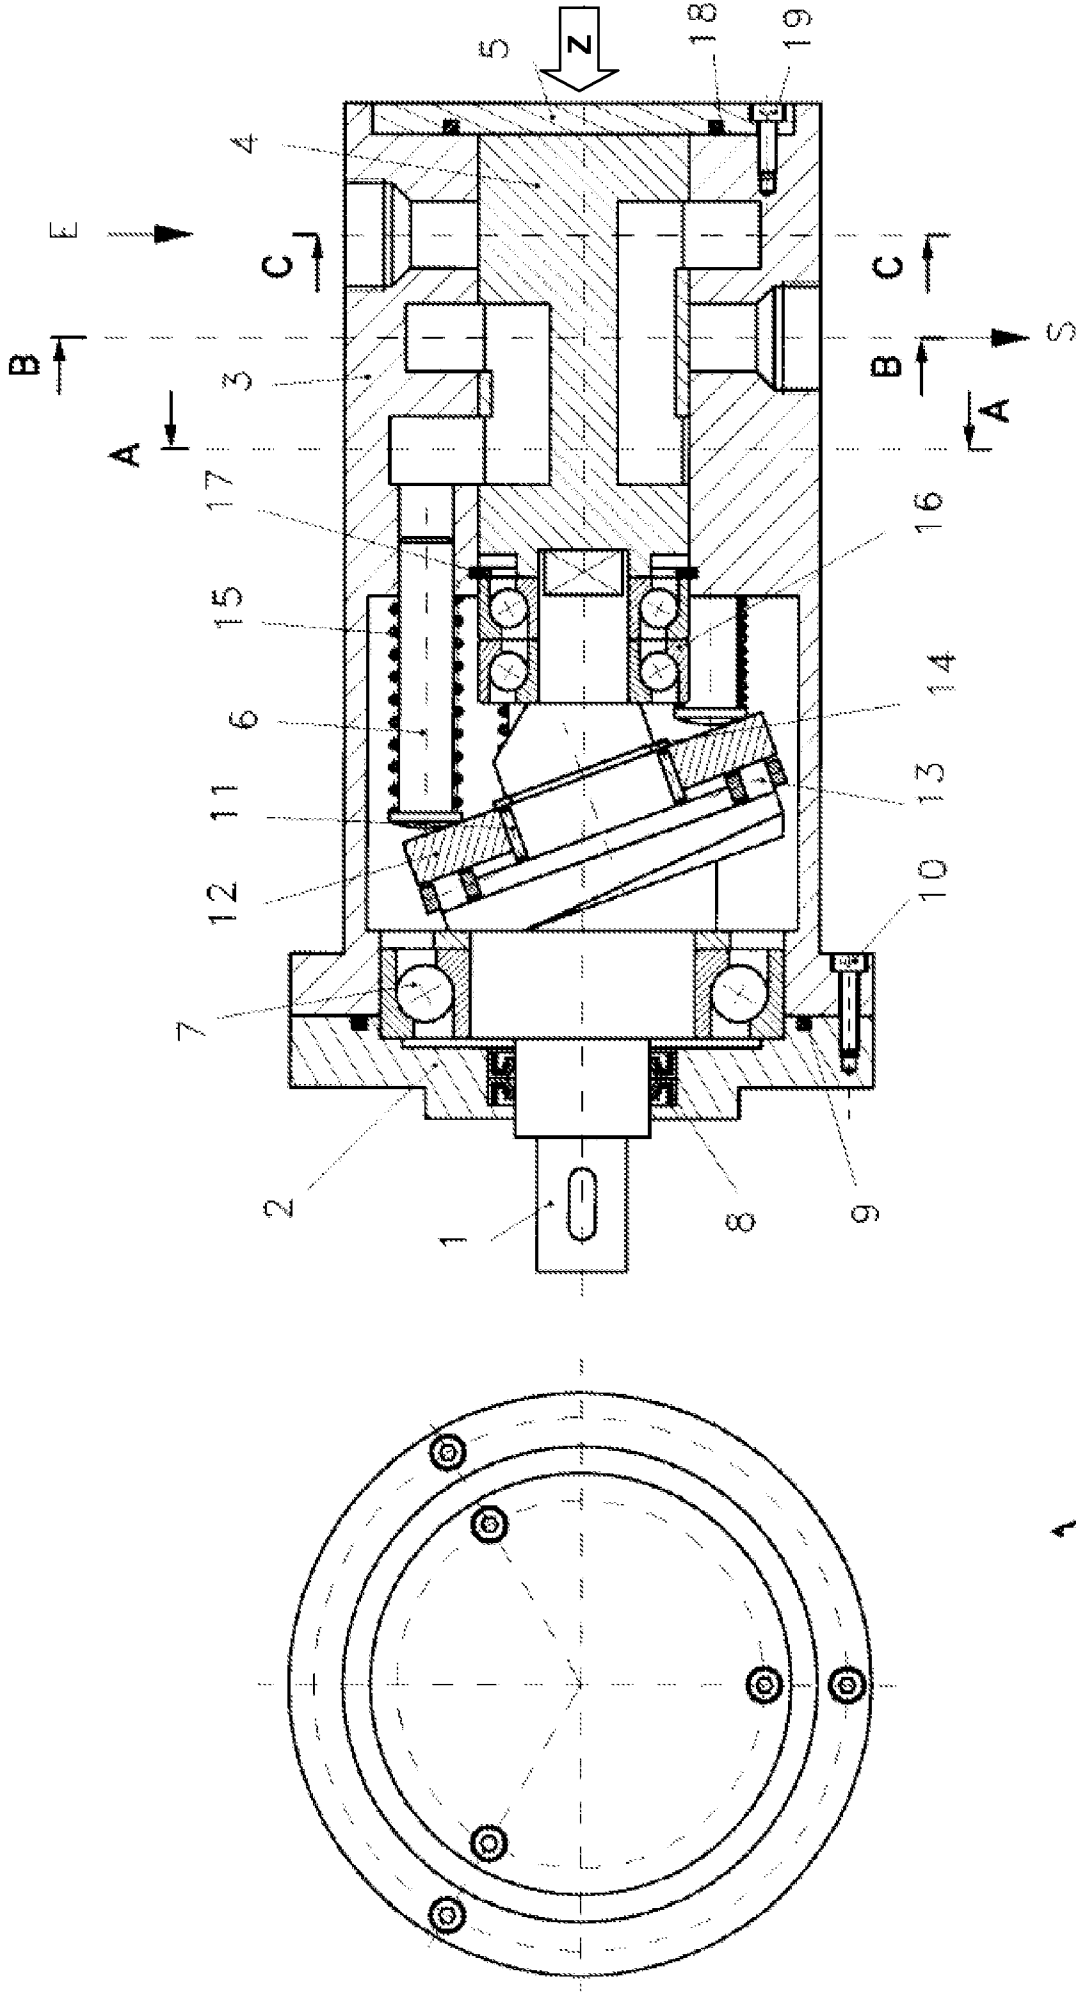
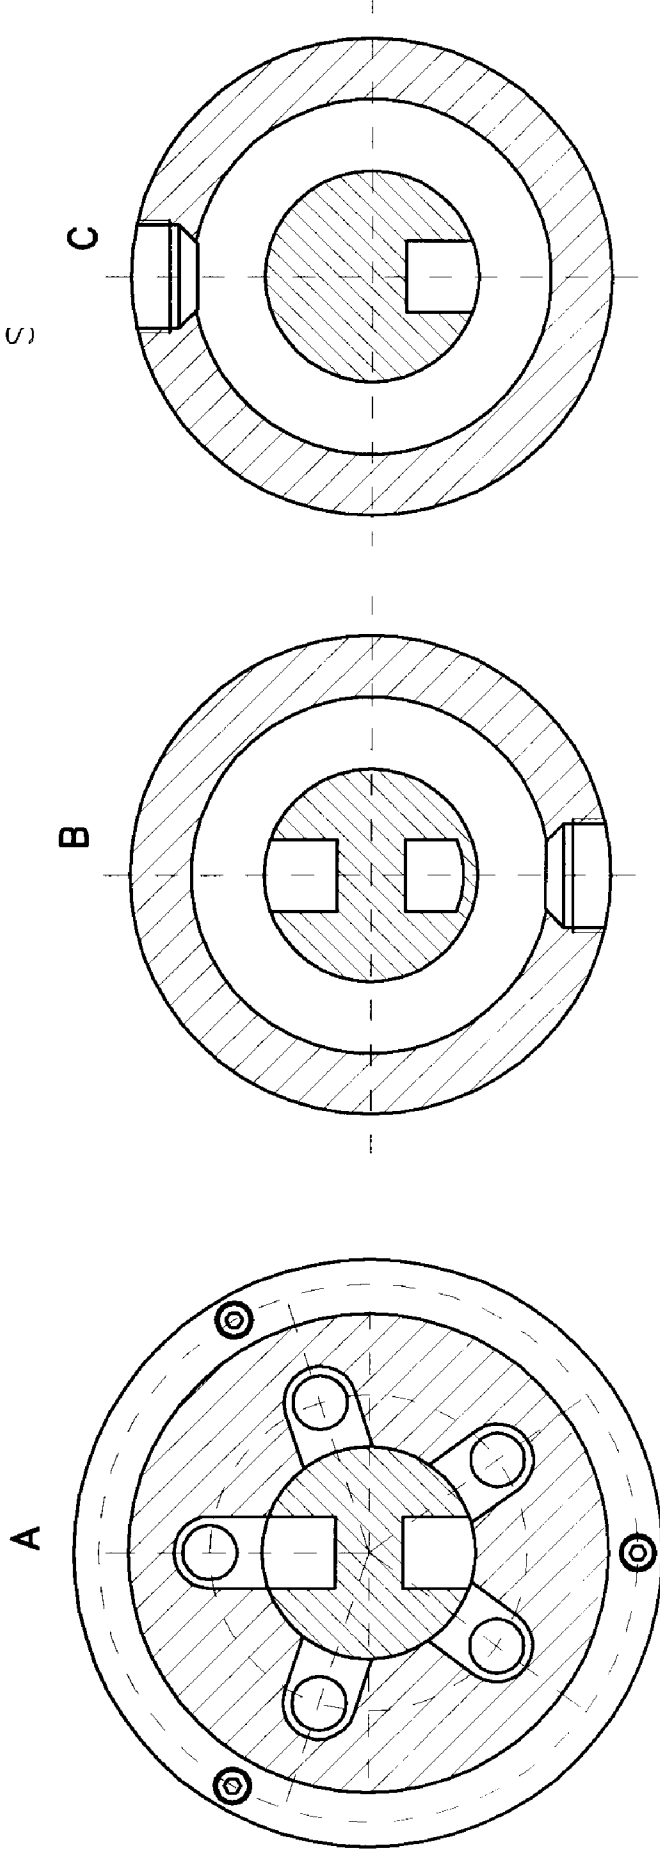

Figura A.1
Figura A.2. Secciones.
1.- Dada la Figura A.1 y Figura A.2. Secciones (notar la sección A), donde se proporciona una bomba axial de pistones a **escala 1:2**, que transforma el movimiento axial del eje en un flujo de aceite de entrada por E y salida por S, se pide: